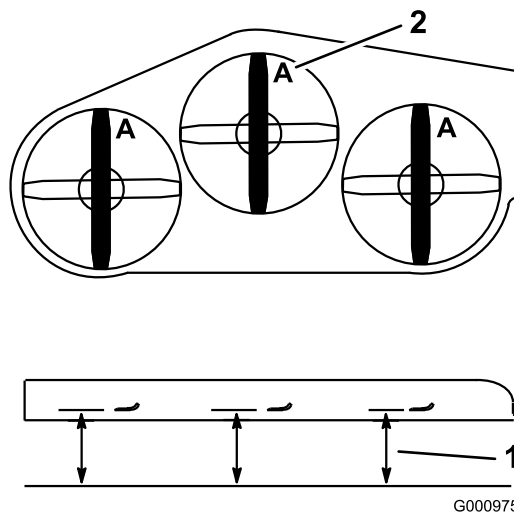

Figure 73
2. Mesurez la distance entre la surface plane et le tranchant (position A) des lames (Figure 73).